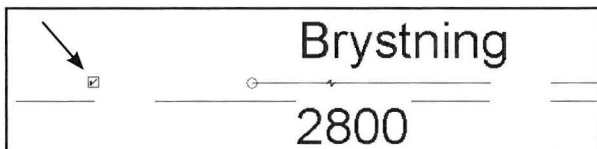

Fig. 04.24. Fjern tekst, ved at fjerne fluebenet.
- Fjern fluebenet i den lille firkant der forekommer for enden af linien (Fig. 04.24).